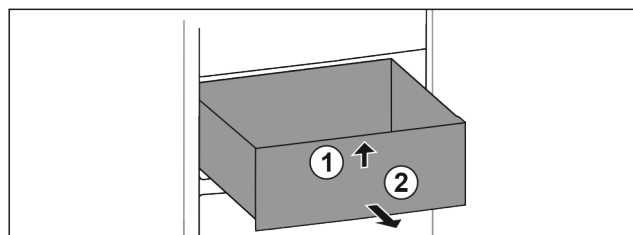

Fig. 112
- ▶ Emelje meg a fiók elejét. Fig. 112 (1)
- ▶ Vegye ki a fiókot előre felé. Fig. 112 (2)